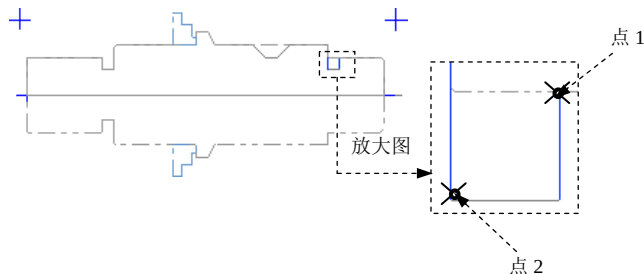

图 19.18 定义加工轮廓
Step1. 选择加工类型。选择下拉菜单 刀具路径(T) → 径向车(G) 命令，系统弹出“径向车削的切槽选项”对话框。
Step2. 定义加工轮廓。在“径向车削的切槽选项”对话框中选中 2点 单选项，单击 按钮，在图形区中依次选取图 19.18 所示的点 1 与点 2，然后按 Enter 键，系统弹出“车床-径向粗车 属性”对话框。